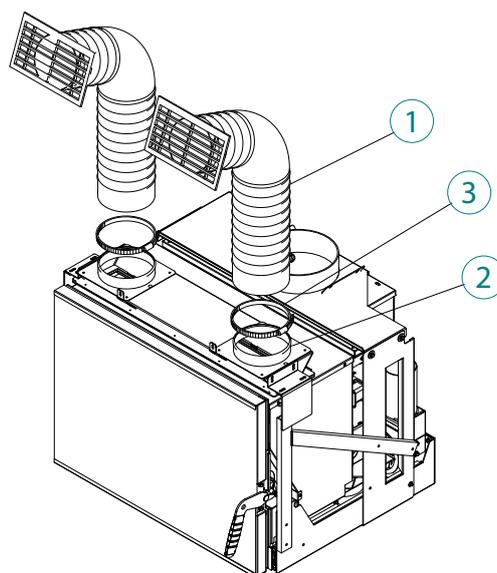

fig. 6.3.2
Fixer le tuyau (1) aux colliers (3) à l'aide des bandes de serrage (1) (fig. 6.3.2).